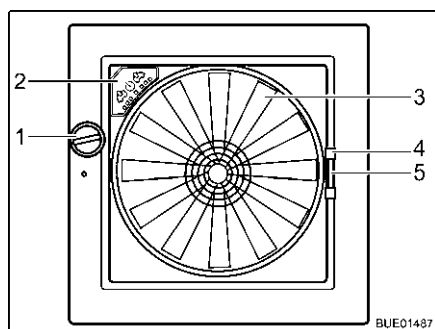

Bild 100 Taklucka Omni-Vent
**Öppna:** ■ Vrid på vredet (Bild 100,1) tills önskad öppningsvinkel har nåtts.
**Stänga:** ■ Vrid på vredet (Bild 100,1) tills takluckan är helt stängd.
**Stänga:** ■ Dra insektsskyddet i handtaget (Bild 100,4) till motstående ramsida.
- Tryck ihop mörkläggningsgardinens handtag (Bild 100,5).
- Fläkt** När takluckan är öppen kan kupén ventileras och vädras med fläkten (Bild 100,3) i 6 nivåer. Fläkten regleras via reglagen (Bild 100,2).